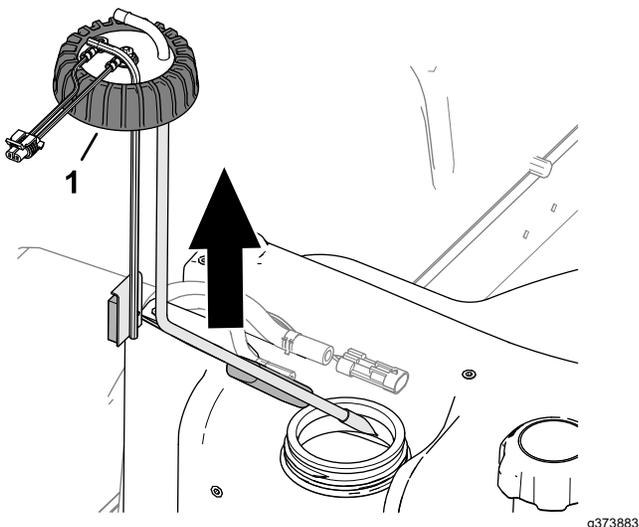

Рисунок 89
- 5. Ослабьте крышку датчика уровня топлива (Рисунок 89).